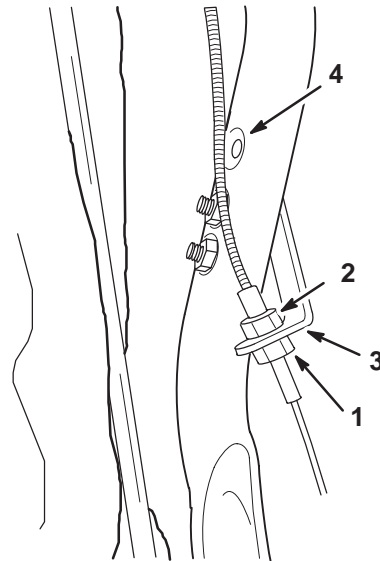

Figure 24
2. Desserrez l'écrou inférieur sur le dessous de la patte (Fig. 24).
3. Serrez l'écrou supérieur pour élever le logement du câble (Fig. 24) ce qui aura pour effet de rapprocher la roue de friction du pneu. (Cela raccourcit le câble afin de compenser l'usure).
**Remarque :** S'il est impossible de régler le câble davantage, montez la patte dans le trou supérieur du guidon et recommencez la procédure de réglage (Fig. 24).
4. Lorsque le réglage est terminé, serrez l'écrou inférieur contre la patte pour conserver le bon réglage (Fig. 24).